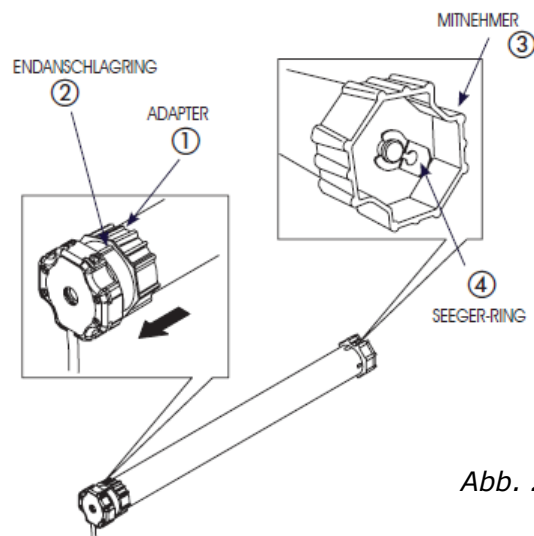

Abb. 2
1. Den Adapter (Abb.2, Bez.1) so weit über das Motorrohr schieben, bis er vollständig in der im Endanschlagring enthaltenen Führung festsetzt (Abb.2, Bez.2). Den Mitnehmer (Abb.2, Bez.3) auf die Motorachse stecken und mit dem im Lieferumfang enthaltenen Seeger-Ring sichern. (Abb.2, Bez.4).